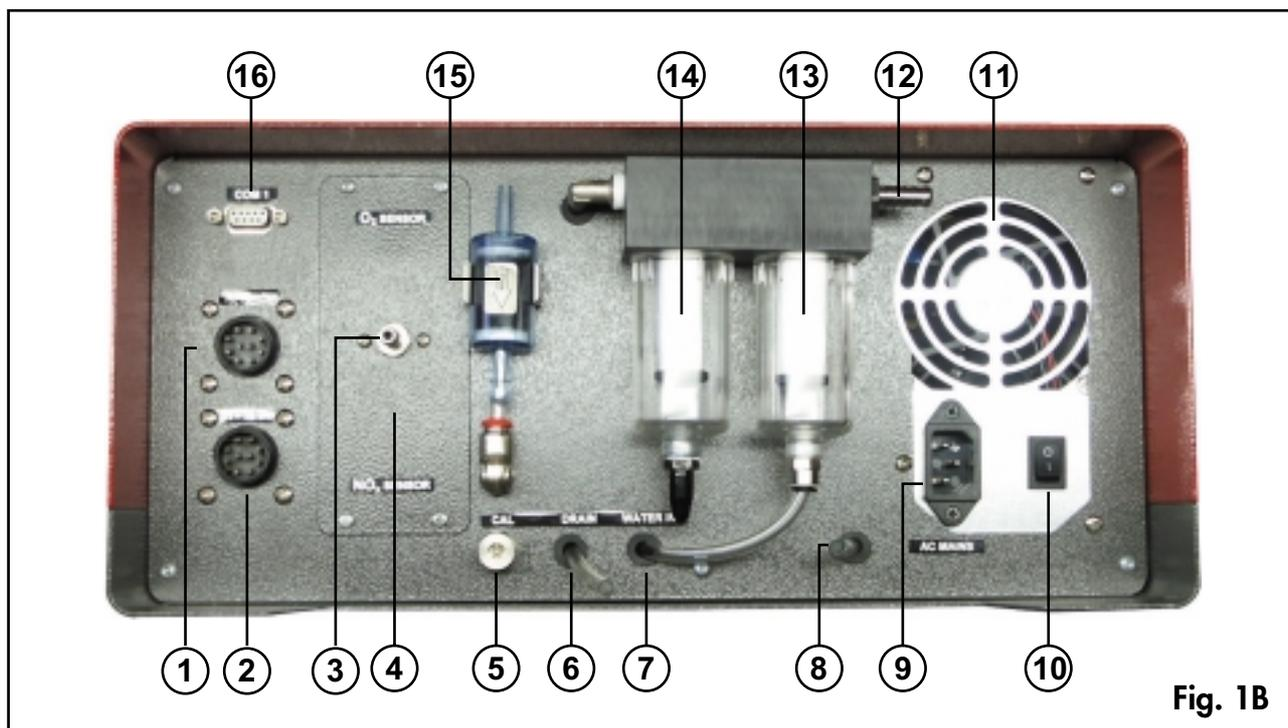

Fig. 1B
Montare le coperture in plastica (8 e 9 a pag. 4) sui connettori seriale e di alimentazione batteria (18 e 19 in fig. 1B) **quando non sono in uso**, per evitare che eventuali scariche elettrostatiche danneggino l'apparecchio.
- Scollegare il cavo di rete dalla presa (21) e **DOPO** collegare il cavo TL 38A al connettore (19) di fig. 1B.